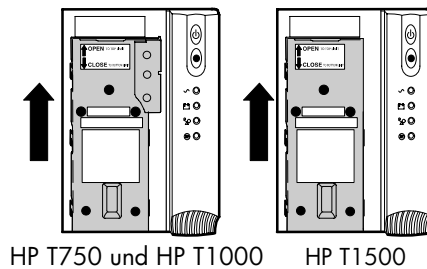

Abbildung 22 Entfernen der Batterieabdeckung
- 2 Nach oben schieben und die Batterieabdeckung aus Metall entfernen (siehe Abbildung 22).